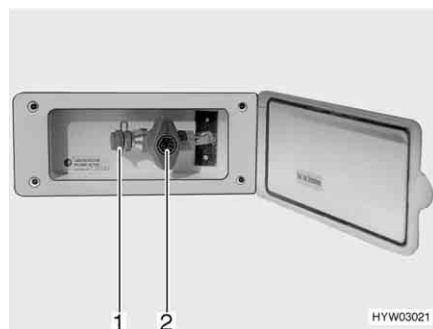

Bild 83 Extern gasanslutning, gasavstängningsventilen stängd
Den externa gasanslutningen (Bild 83) befinner sig, beroende på modell, på fordonets bakdel eller på fordonets vänstra resp. högra sida.
- Anslut den externa gasapparaten till anslutningar (Bild 83,1).
- Öppna gasavstängningsventilen (Bild 83,2).